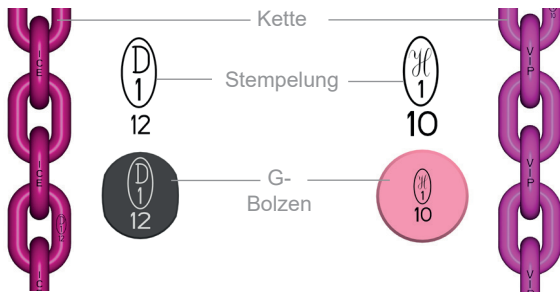

Abb. 1:
- Verwenden Sie bei ICE-Bauteilen nur den ovalen ICE-G-Bolzen (Abb. 1)